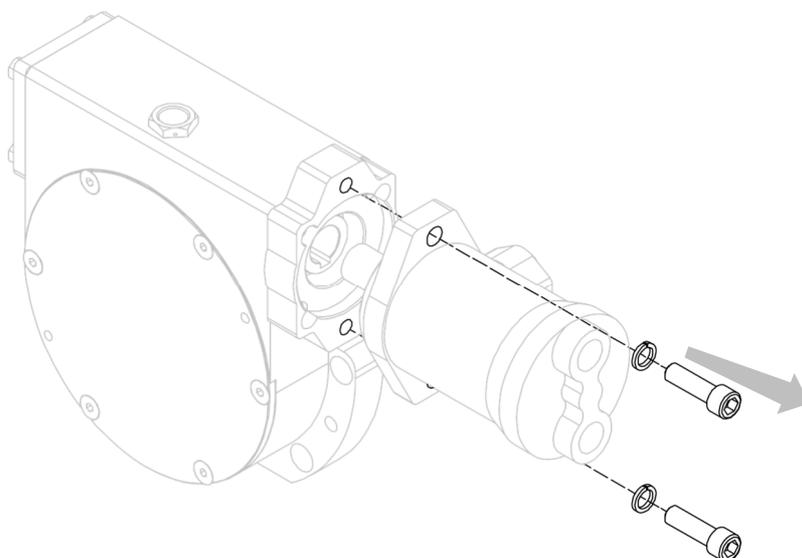

Abbildung 28
4. Trennen Sie den Motor vom Getriebe, nachdem Sie die entsprechenden Schrauben, die ihn befestigen, entfernt haben (siehe *Abbildung 28*).